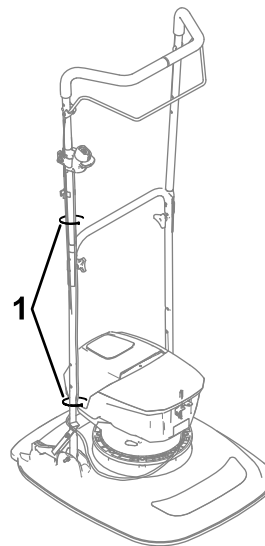

Figur 11
3. Før enden av dødmannsbøylen inn i håndtaket, klem det andre bøylebeinet litt inn, og sett bøylen inn i håndtaket (Figur 11).